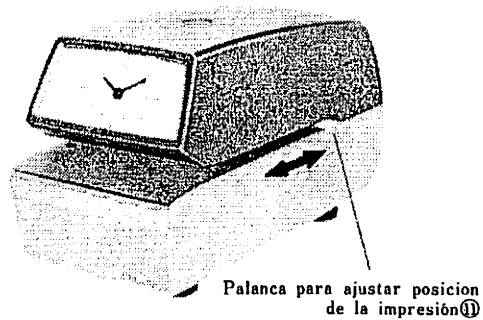

Fig. 8
7. REGULACIÓN DE LA POSICIÓN DE LA IMPRESIÓN (Ver Fig. 8,9 y 10)